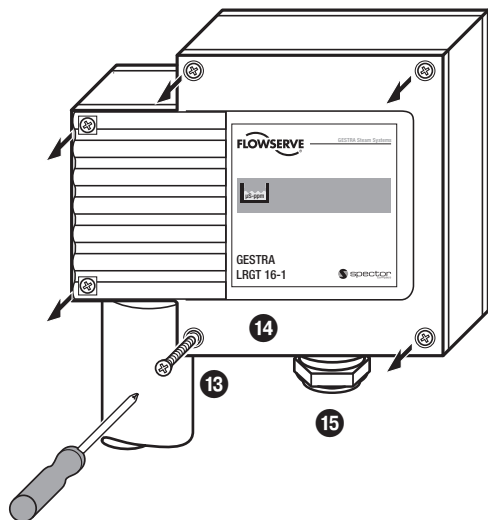

Рис. 8
1. Отпустить винты **18**, снять крышку корпуса **14**. **Рис. 8**